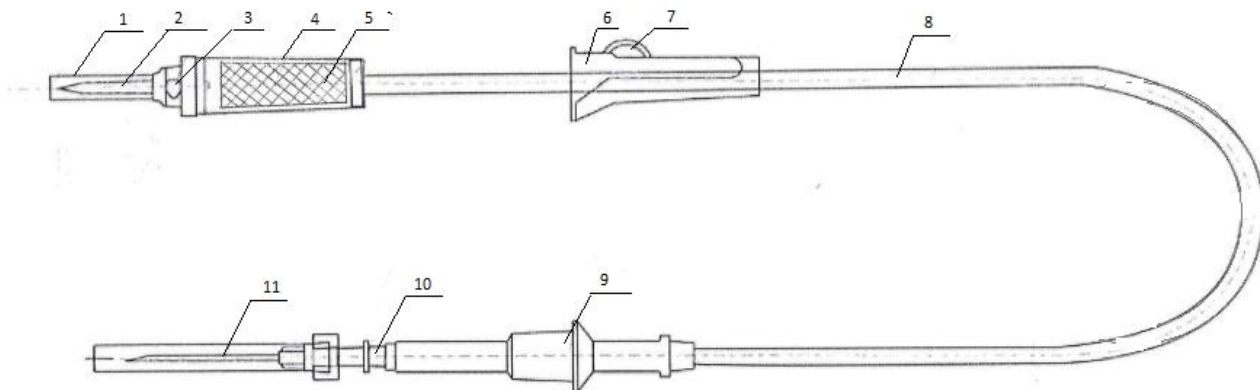

Рис. 1 – Устройство инфузионно-трансфузионное (универсальное):
- плотно закройте роликовый зажим 7 (см. рис. 1);